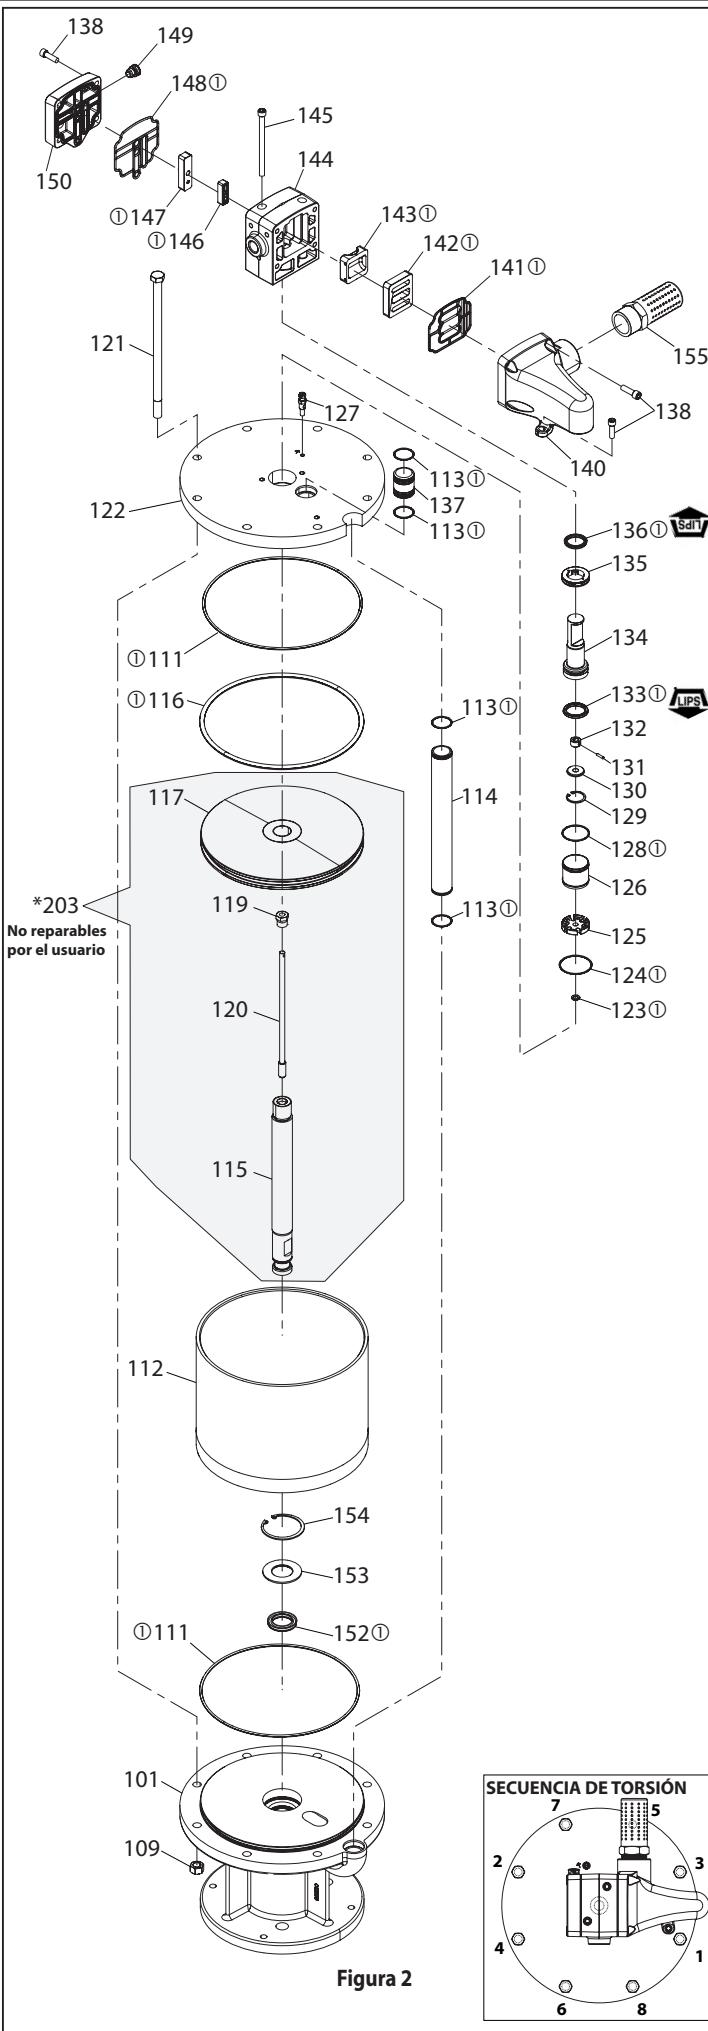

Figura 2
2. Instale la junta en U (152), la arandela (153) y el anillo de fijación (154) en el conjunto de la base (101).
3. Instale la junta tórica (111) en la ranura del conjunto de la base (101).
4. Instale la junta tórica (116) en la ranura del pistón (117).
5. Empuje la varilla del pistón (115) a través del conjunto de la base (101) con cuidado de no dañar los labios de la junta en U (152).
6. Lubrique el diámetro interno del cilindro de aire (112) y deslícelo hacia abajo por el conjunto del pistón (203) y hacia el conjunto de la base del motor neumático (101). (ver la figura 2 en la página 2).
7. Alinee la muesca de la placa del cabezal (122) con el puerto del conjunto de la base (101) y presione la placa del cabezal (122) hacia abajo hasta que se aloje contra el cilindro de aire (112). El conjunto de la varilla de disparo (120) debe pasar por el centro de la placa del cabezal (122).
8. Monte los 8 pernos (121) a través de la placa del cabezal (122) y el conjunto de la base (101).
9. Coloque las 8 tuercas (109) en los pernos de cabeza hexagonal (121) y apriételas según el valor y la secuencia de par especificados.
10. Tire del conjunto de la varilla de disparo (120) lo más lejos posible del conjunto del motor neumático y deslice la junta tórica (123) sobre el conjunto de la varilla de disparo (120), haciéndola pasar por el prensaestopas situado en la placa del cabezal (122).
11. Deslice la tapa (125) sobre el conjunto de la varilla de disparo (120) y empújela hacia el diámetro situado en la placa del cabezal (122).
12. Deslice primero el anillo de fijación (129) y, a continuación, la arandela (130) hacia el conjunto de la varilla de disparo (120).
13. Deslice el dispositivo de accionamiento (132) hacia el conjunto de la varilla de disparo (120). Alinee el orificio del dispositivo de accionamiento (132) con el orificio del conjunto de la varilla de disparo (120) e introduzca el pasador (131).
14. Coloque la junta tórica (133) en la bobina (134). Recuerde que los labios de la junta en U (133) deben apuntar abajo, hacia la placa del cabezal (122).
15. Deslice la bobina (134) hacia el conjunto de la varilla de disparo (120) sobre el dispositivo de accionamiento (132) e introduzca la arandela (130) por detrás de la misma. Por medio de unos alicates para anillos de fijación, coloque el anillo de fijación (129) en la ranura interna situada en la bobina (134). Asegúrese de que el anillo de fijación (129) está completamente encajado en la ranura. Deslice la bobina (134) abajo hacia el diámetro de la placa del cabezal (122) anidado en la parte superior de la tapa (125).
16. Lubrique el diámetro interior del maniquito (126), deslícelo hacia la bobina (134) y colóquelo en la tapa (125). Recuerde que la inclinación más pronunciada del maniquito (126) debe colocarse en la tapa (125).